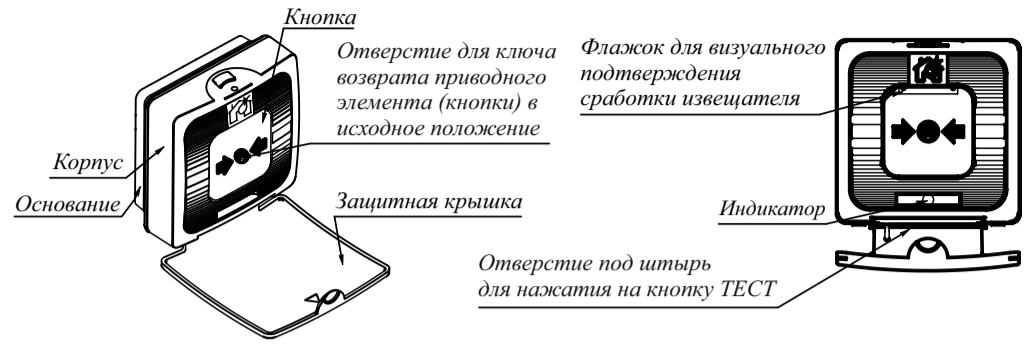

Рисунок 1
7.2 Для контроля связи извещателя с прибором необходимо нажать с помощью штыря диаметром 0,8 мм (например, с помощью разогнутой канцелярской скрепки) на кнопку ТЕСТ (Рисунок 1) и контролировать: